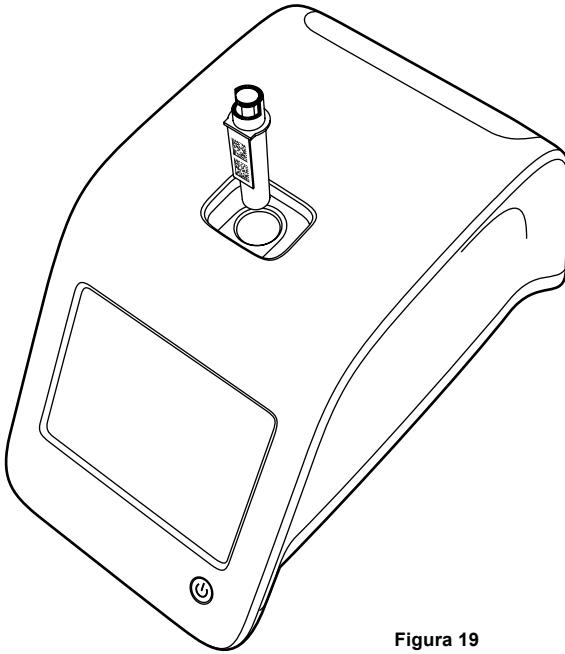

Figura 19
2. Colocar o tubo de ensaio no compartimento de medição na posição correcta. O código de barras do tubo de ensaio tem de ficar voltado na sua direcção. (Consulte a **Figura 19**).